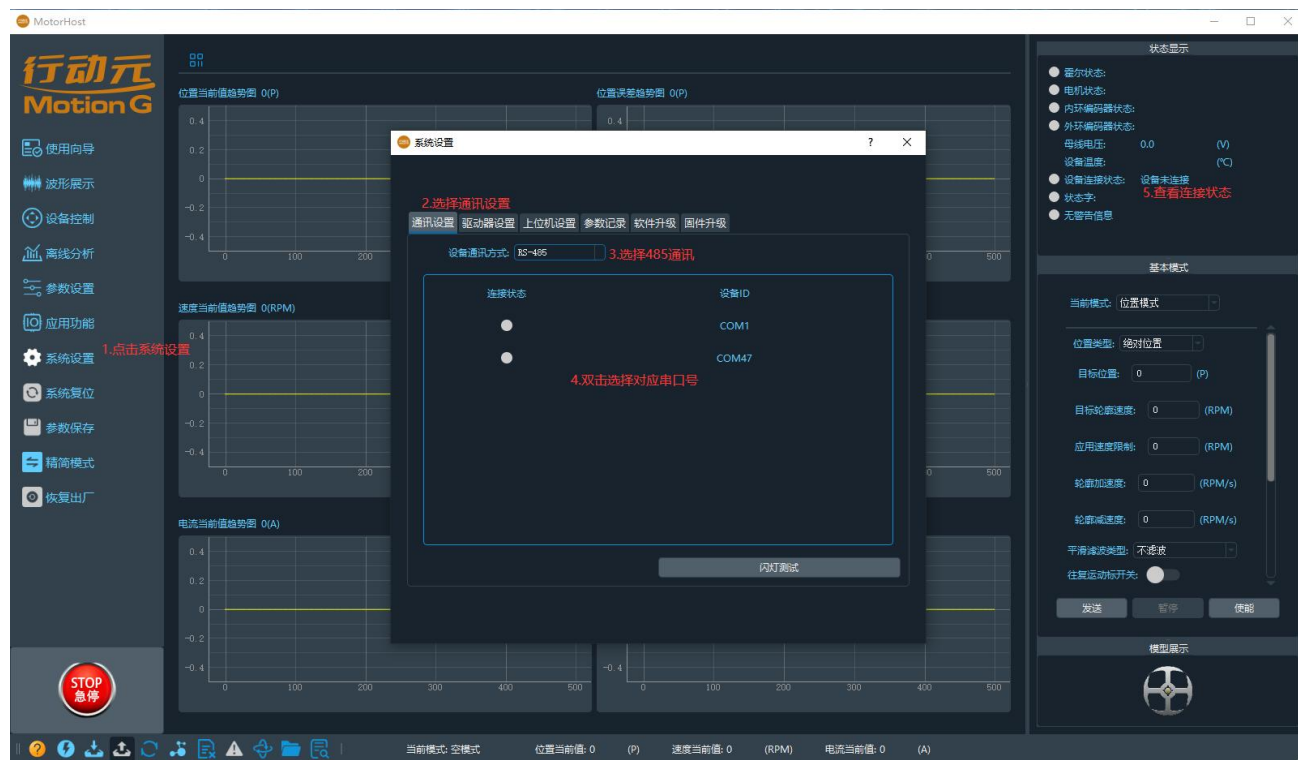

图 6.2 通讯连接操作
- (1) 安装行动元上位机软件以及 USB 驱动程序
- (2) 使用 USB 转 485 数据线连接上位机与驱动器
- (3) 双击打开驱动器上位机程序，进入界面，执行图 6.2 操作连接通讯